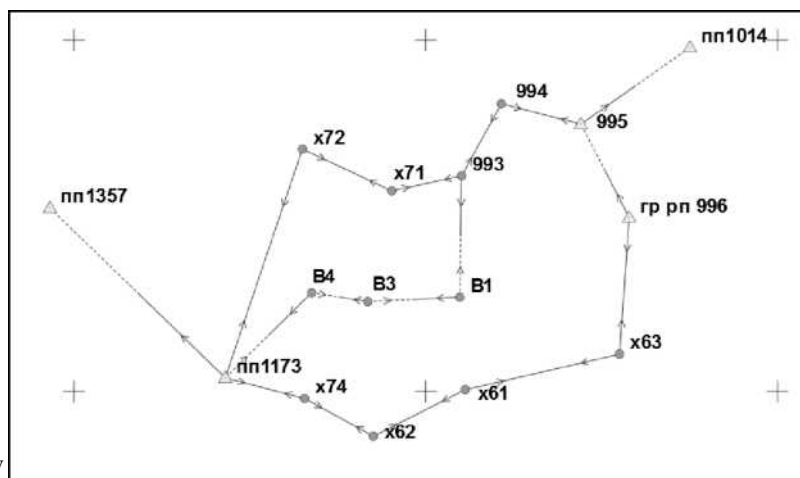

Рис. 2.1
- схема плано-высотного съемочного обоснования (рис. 2.1);